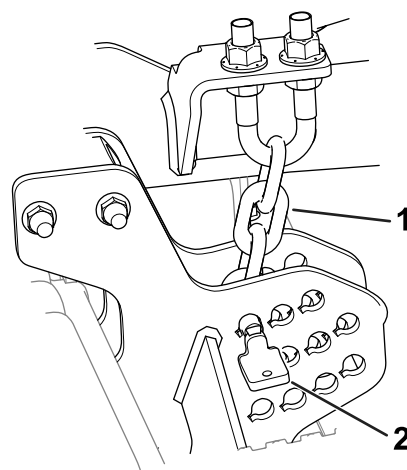

Figure 18
2. Retirez les goupilles de hauteur de coupe (Figure 18) des plaques latérales de l'unité de coupe